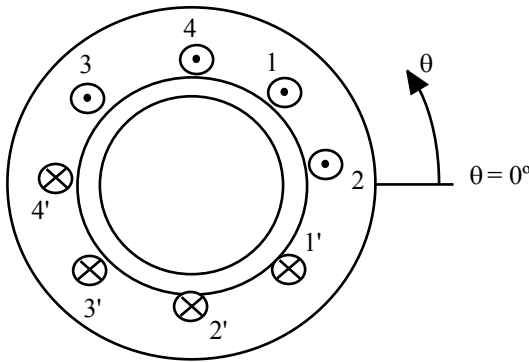

Figura 5.3
5.8.- Considere la máquina de entrehierro uniforme de la Figura 5.3 con 4 bobinas de paso fraccionario, distribuidas uniformemente sobre el estator. Cada bobina tiene 50 espiras y circulan 3 amperes por cada una de ellas.